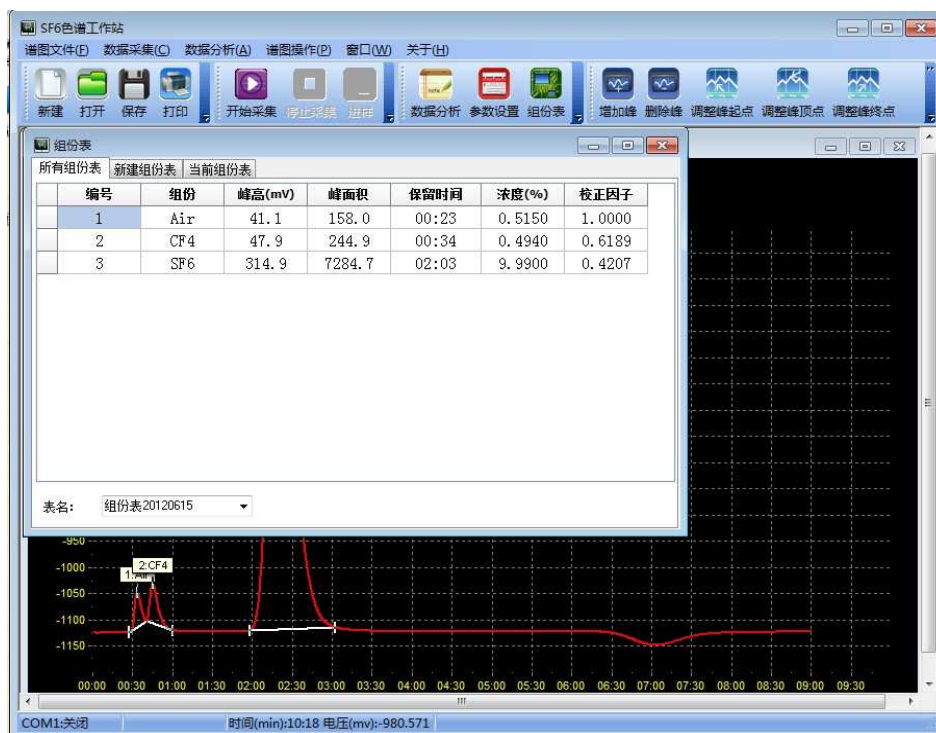

图 7-16 组分表
(3)点击【组分表】，会出现如图 7-16 所示的界面，即样气的组分表。